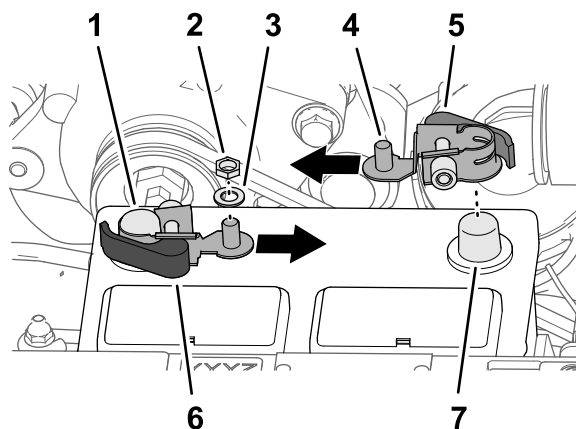

Figura 233
3. Monte la abrazadera de desconexión rápida en el borne negativo de la batería, con el espárrago roscado de la abrazadera orientado hacia el centro de la batería, como se muestra en la Figura 233.
1. Retire las tuercas hexagonales y las arandelas de las abrazaderas de desconexión rápida con palancas roja y negra (Figura 233).